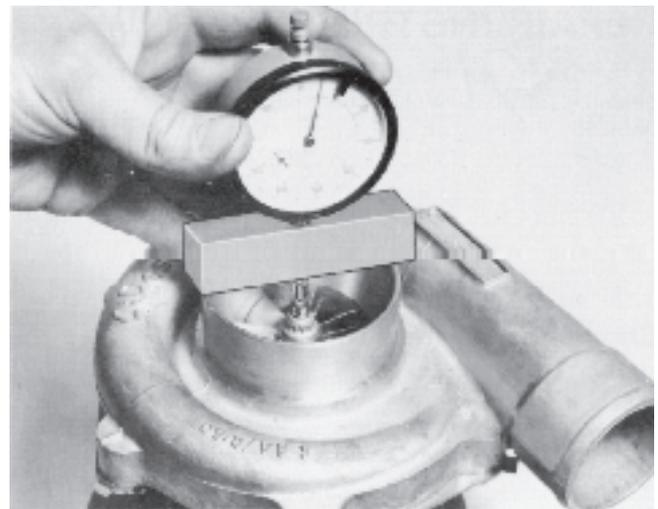

Fig. 209. Mesure du jeu axial
1. Placer un comparateur à cadran avec un pied de 8 mm dans le support, comme le montre la figure 209. Serrer le comparateur à cadran.